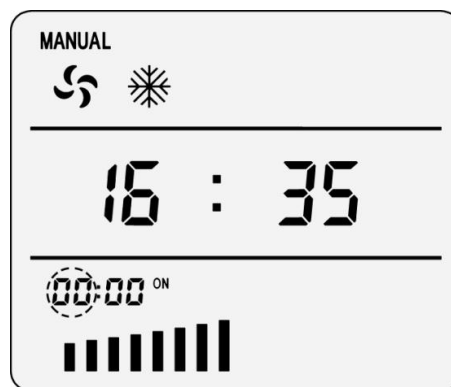

Рисунок 8-2
- 2) Нажмите кнопку , « --:-- » сменится на «00:00». Клавишами  установите время (в часах) запуска аппарата (см. рис. 8-2).